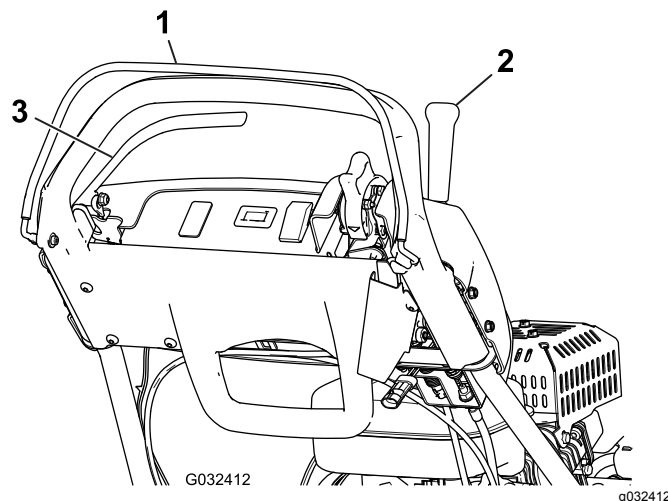

Рисунок 29
3. Попробуйте привести в действие рычаг управления тягой при ненажатом механизме контроля присутствия оператора (Рисунок 29). Рычаг управления тягой **не должен** включаться. Если рычаг управления тягой включается, система блокировки нуждается в обслуживании. Устраните неисправность до начала работы на машине; см. Обслуживание блокировочного выключателя тяги \(страница 37\).
4. При нажатом механизме контроля присутствия оператора и включенном рычаге управления тягой отпустите механизм контроля присутствия оператора (Рисунок 29). Рычаг управления тягой **должен** отключиться. Если рычаг управления тягой не отключается, то система блокировки нуждается в ремонте. Устраните неисправность до начала работы на машине; см. Обслуживание блокировочного выключателя тяги \(страница 37\).
5. При нажатой рукоятке КПО передвиньте рычаг влево, чтобы включить привод барабана и тяговый привод, а затем отпустите рукоятку КПО (Рисунок 29). Рычаг
6. При нажатой рукоятке КПО передвиньте рычаг влево, чтобы включить привод барабана и тяговый привод, а затем переведите рычаг вправо для отключения привода барабана (Рисунок 29). Привод барабана **должен** отключиться. Если привод барабана не отключается, система блокировки нуждается в ремонте. Устраните неисправность до начала работы на машине; см. Регулировка управления барабаном \(страница 41\).
2. При нажатой рукоятке КПО, включенном рычаге управления тягой в положении запуска (Рисунок 29) попробуйте запустить двигатель. Двигатель **не должен** запускаться. Если двигатель запускается, блокировочный выключатель нуждается в ремонте. Устраните неисправность до начала работы на машине; см. Обслуживание блокировочного выключателя тяги \(страница 37\).
2. При рычаге управления тягой в положении «Выкл.», включенном рабочем тормозе и органах управления двигателем в положении пуска (Рисунок 29) попробуйте запустить двигатель. Двигатель **должен** запускаться. Если двигатель не запускается, то блокировочный выключатель нуждается в ремонте. Устраните неисправность
3. При работающем двигателе включите рабочий (но не стояночный) тормоз, нажмите рукоятку КПО и включите рычаг управления тягой (Рисунок 29). Двигатель должен работать, преодолевая сопротивление тормоза, но не должен останавливаться. Если двигатель сразу же остановился, блокировочный выключатель нуждается в ремонте. Устраните неисправность до начала работы на машине; см. Обслуживание блокировочного выключателя тормоза \(страница 38\).
4. При работающем двигателе затяните фиксатор стояночного тормоза, нажмите рукоятку КПО и включите рычаг управления тягой (Рисунок 29). Двигатель **должен** остановиться. Если двигатель не останавливается, блокировочный выключатель нуждается в ремонте. Устраните неисправность до начала работы на машине; см. Обслуживание блокировочного выключателя тормоза \(страница 38\).